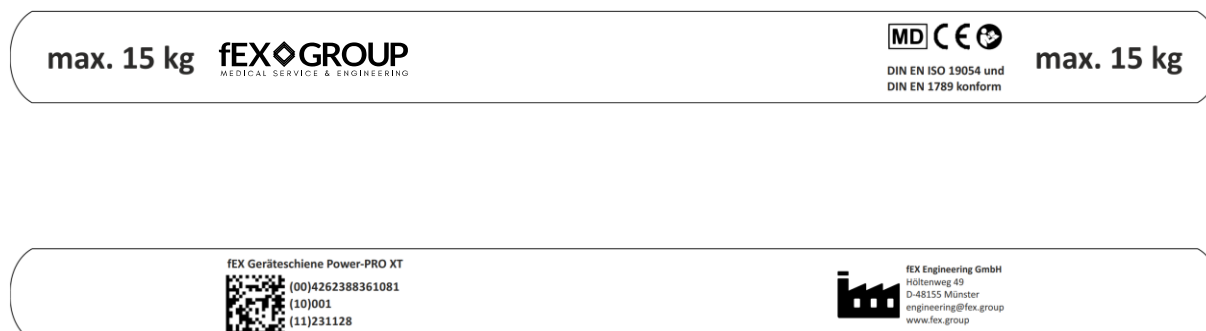

Figura 2: Avisos sobre el producto
- Las marcas grabadas en el raíl estándar deben ser visibles para el usuario y estar orientadas en dirección contraria al paciente (Figura 2: *Raíl con soporte de raíl*).